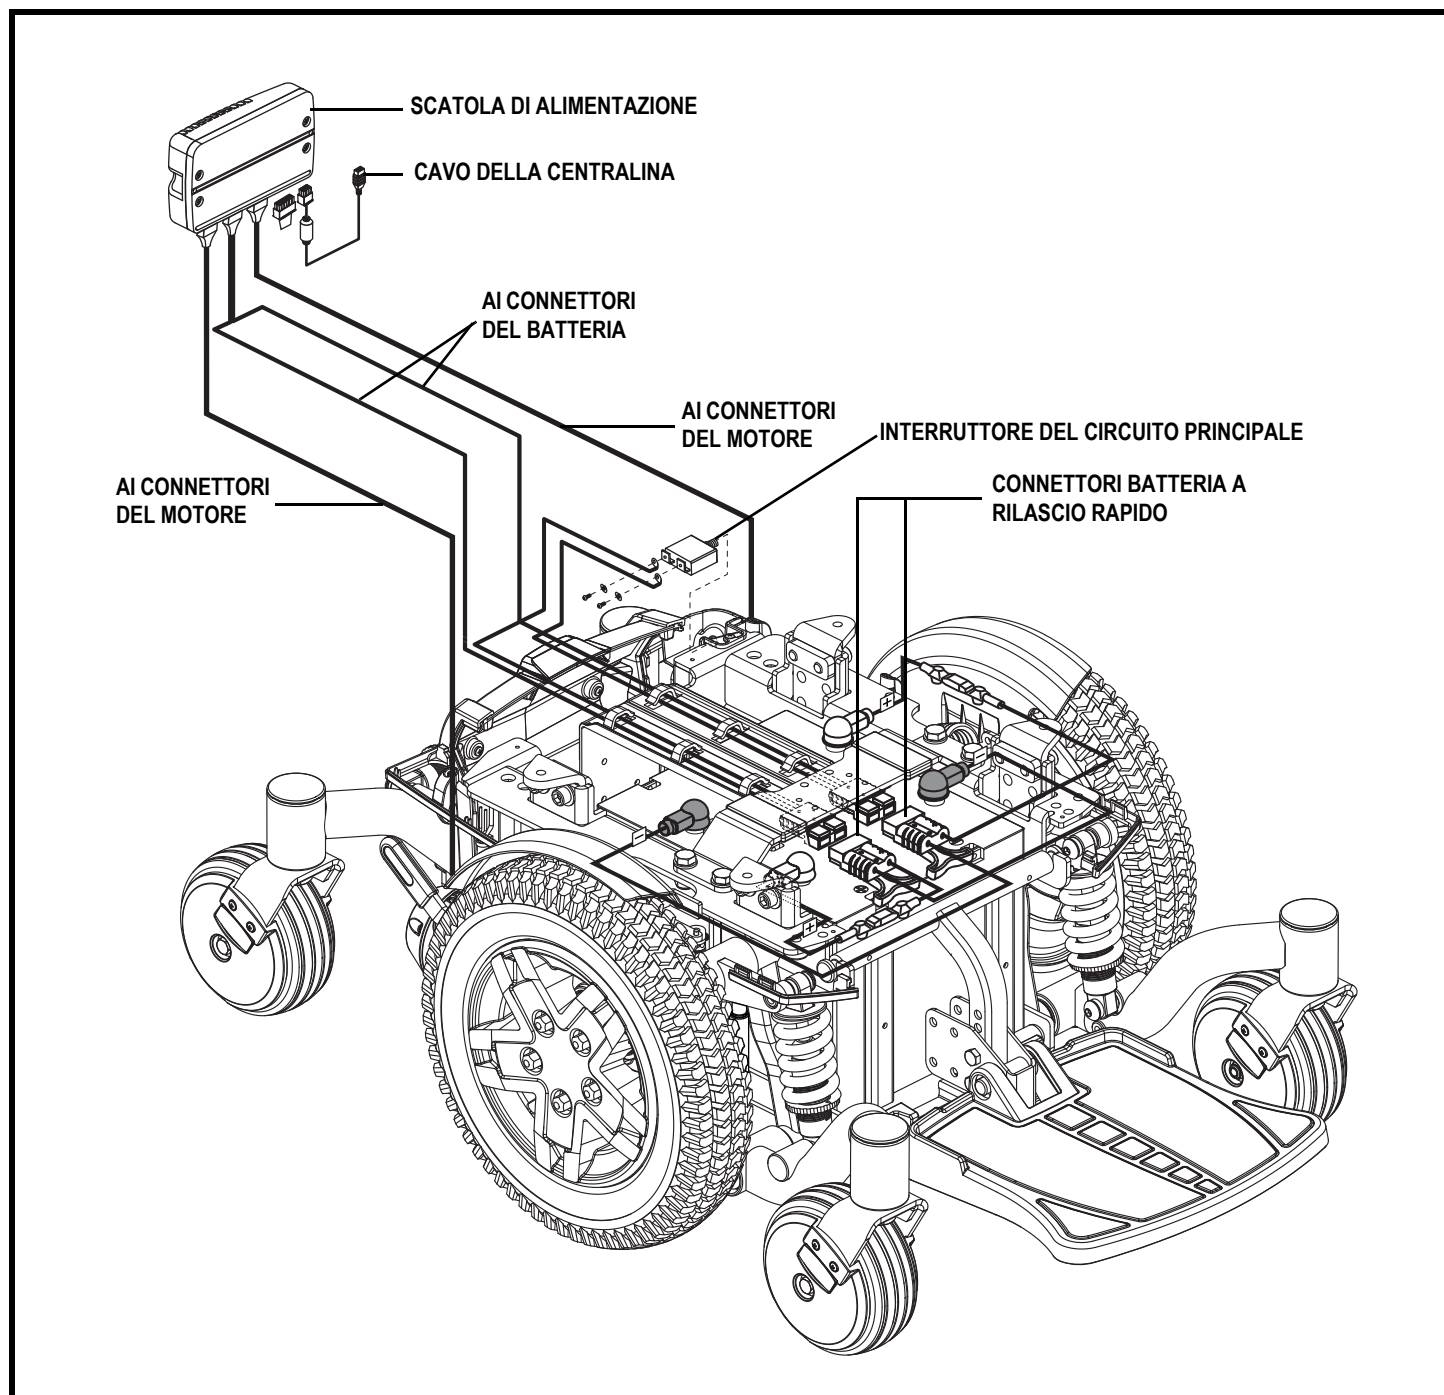

Figura 7. Componenti elettrici della Q6 Edge
Le componenti elettriche sono composte dal gruppo della centralina, dalle batterie e dai motori. Le batterie, i motori e il modulo della centralina (se fornito) si trovano sul gruppo della base elettrica. La centralina si trova sul gruppo del sedile. La connettività tra la centralina e i motori, le batterie e il caricabatteria è fornita per mezzo di uno o più strutture di cablaggio. **Vedere la figura 7.**
5. Collegare il connettore della centralina alla base elettronica. **Vedere la figura 7.**
3. Scollegare i connettori della centralina dalla base elettrica. **Vedere la figura 7.**